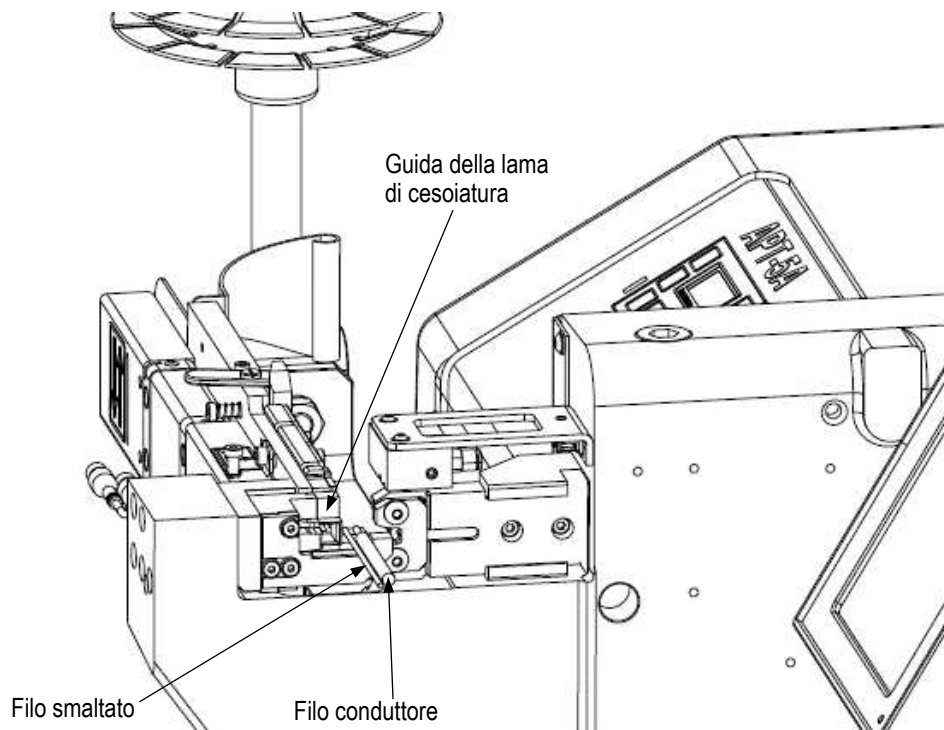
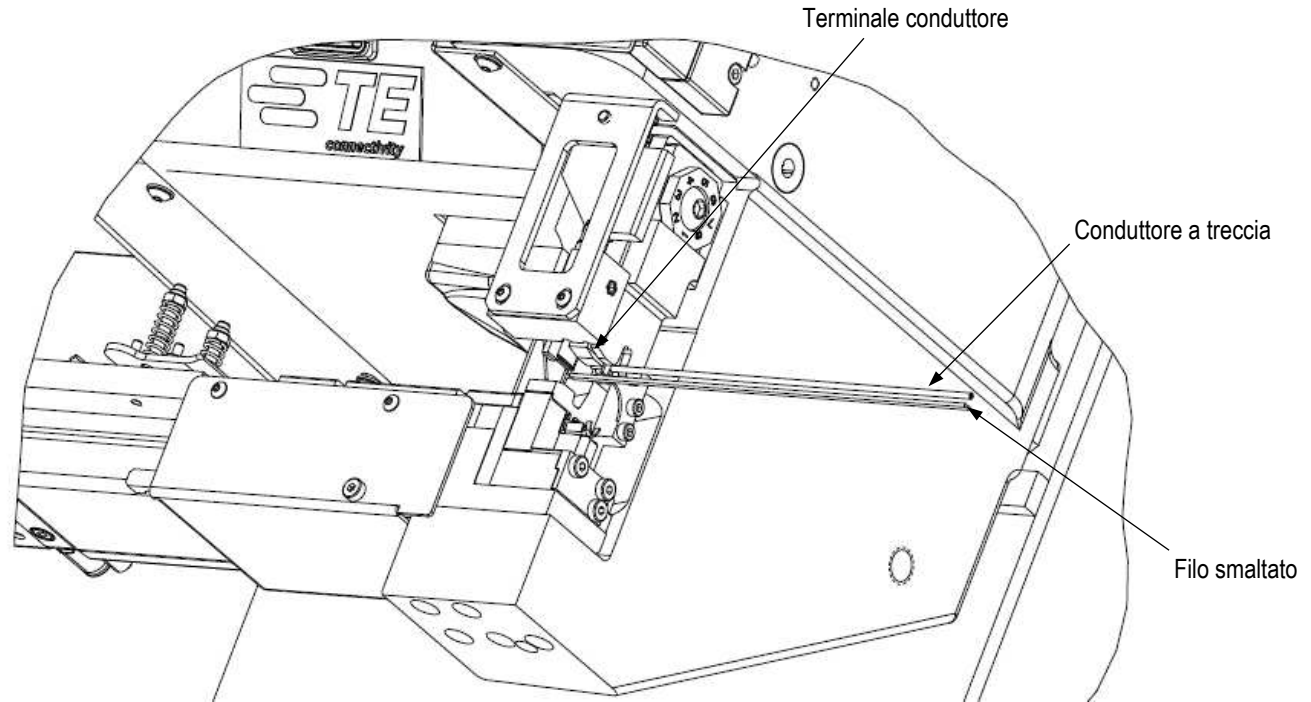

Figura 14
Figura 15
3. Tenere premuto il pulsante di rilascio del dito di alimentazione sulla parte anteriore della piastra di alimentazione, quindi farvi avanzare la striscia terminali finché il primo terminale non supera la punta del dito di alimentazione. Rilasciare quindi il pulsante per inserire il dito di alimentazione. Tirare leggermente indietro la striscia terminali per assicurarsi che il dito di alimentazione sia posizionato sul primo terminale (fare riferimento a Figura 14).
3. Far avanzare la striscia terminali finché il primo terminale non supera la punta del dito di alimentazione e si posiziona sull'utensile inferiore (incudine). Quindi, tirare leggermente indietro la striscia terminali per assicurarsi che il dito di alimentazione sia posizionato sul primo terminale. Fare riferimento a Figura 15.
4. Posizionare i fili nell'area convergenza assi, allineati con il terminale. Quando si utilizzano fili a treccia e fili smaltati, posizzionarli come mostrato nella Figura 14 (aggraffatrice tramite giunto) o Figura 15 (aggraffatrice tramite collegamento diretto). Quando vengono giuntati due o tre fili smaltati, questi ultimi possono essere in qualsiasi posizione tra loro. L'utensile di aggraffatura li posizionerà automaticamente uno accanto all'altro nella parte inferiore del terminale durante l'aggraffatura.